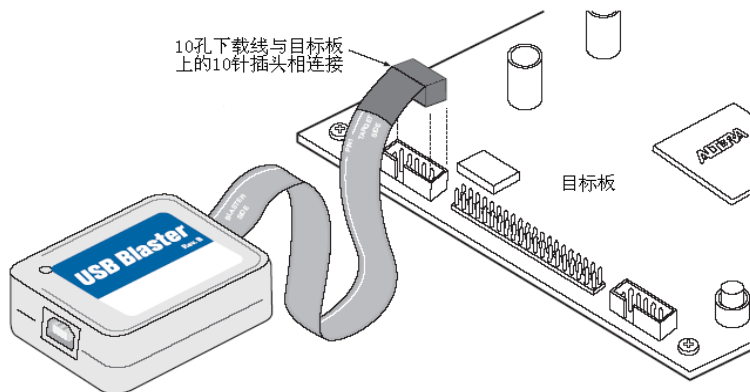

图 4-1 连接 USB-Blaster 下载线到目标板
2. 将 USB-Blaster 下载电缆与目标板的 10 针插头相连接，如图 4-1 所示。